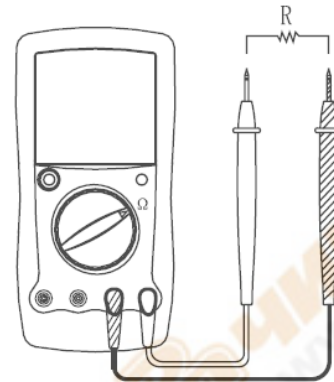

Рис. 6
D. Измерение сопротивления (См. рис. 6)